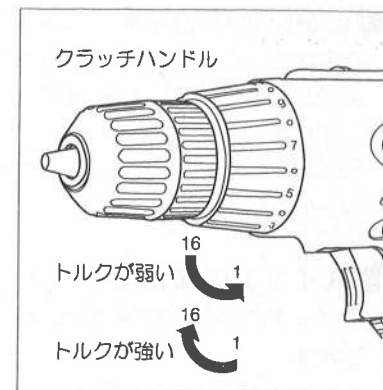

図4
②	周囲の温度が高いとき(約30℃以上)	緑・赤ランプ点滅
③	使用直後でバッテリーパックが高温のとき	緑・赤ランプ点滅
④	充電の繰り返しで充電器が高温のとき	緑・赤ランプ点滅
■クラッチハンドルについて (図4参照)
- ドライバーとして使用のときは①～⑥の位置で調整してください。
①の表示のところは締め付けが弱く⑥のところは一番強くなります。